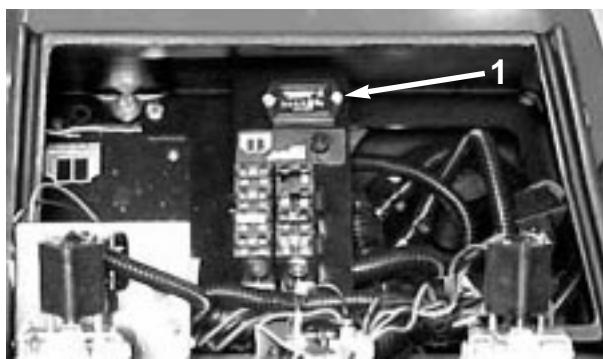

図31
緑の診断用ランプ(図31)は、電子コントローラが正常に機能しているかどうかを知らせてくれます。このランプはコントロールパネルの下、ヒューズボックスの隣にあり、キー・スイッチがON位置にあると点灯し、電気系に異常を発見すると点滅します。キーをOFFに戻すとランプは消え、診断回路は自動的にリセットします。
3. ハーネス・コネクタ(図31)にACEディスプレイを接続する。ACEディスプレイ表面にのせるオーバーレイの種類を間違えないように注意する。